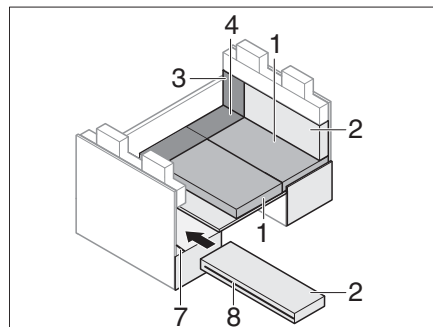

Fig. 182 Durante la transformación
- Abrir la cremallera (Fig. 182,8) en el cojín del respaldo.
- Insertar la ranura en el cojín del respaldo por encima del travesaño ISOFIX (Fig. 182,7).